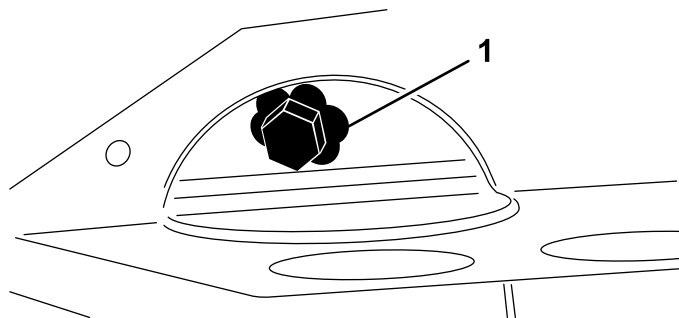

Figura 45
2. Retire o tampão de escoamento (Figura 45) e deixe o óleo escorrer para um recipiente adequado.